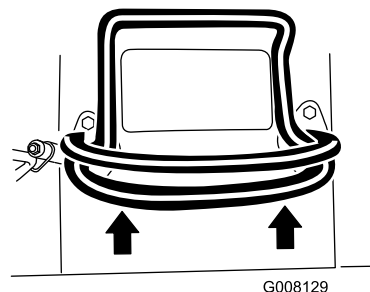
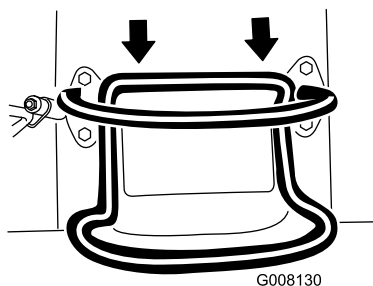

Figura 6
Figura 7
- Per avanzare, spostate in avanti il comando della trazione (Figura 6).
- Per spostarvi in retromarcia, tirate indietro il comando della trazione (Figura 7). **Quando ci si sposta in retromarcia, controllare che dietro non vi siano ostacoli e tenere le mani sulla barra di riferimento (Figura 6).**